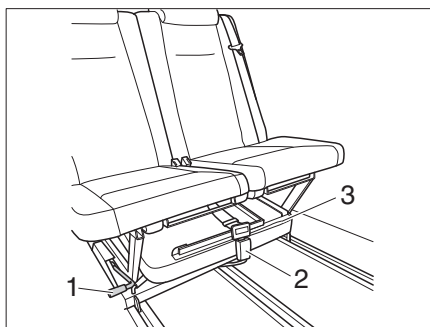

Figura 3 Desplace el banco de asiento
- Abra el cierre de cinturón (Figura 3,2) y extraiga la extensión de cama (Figura 3,3).
- Tire la palanca de posicionamiento (Figura 3,1) y empuje el banco de asiento hacia adelante.